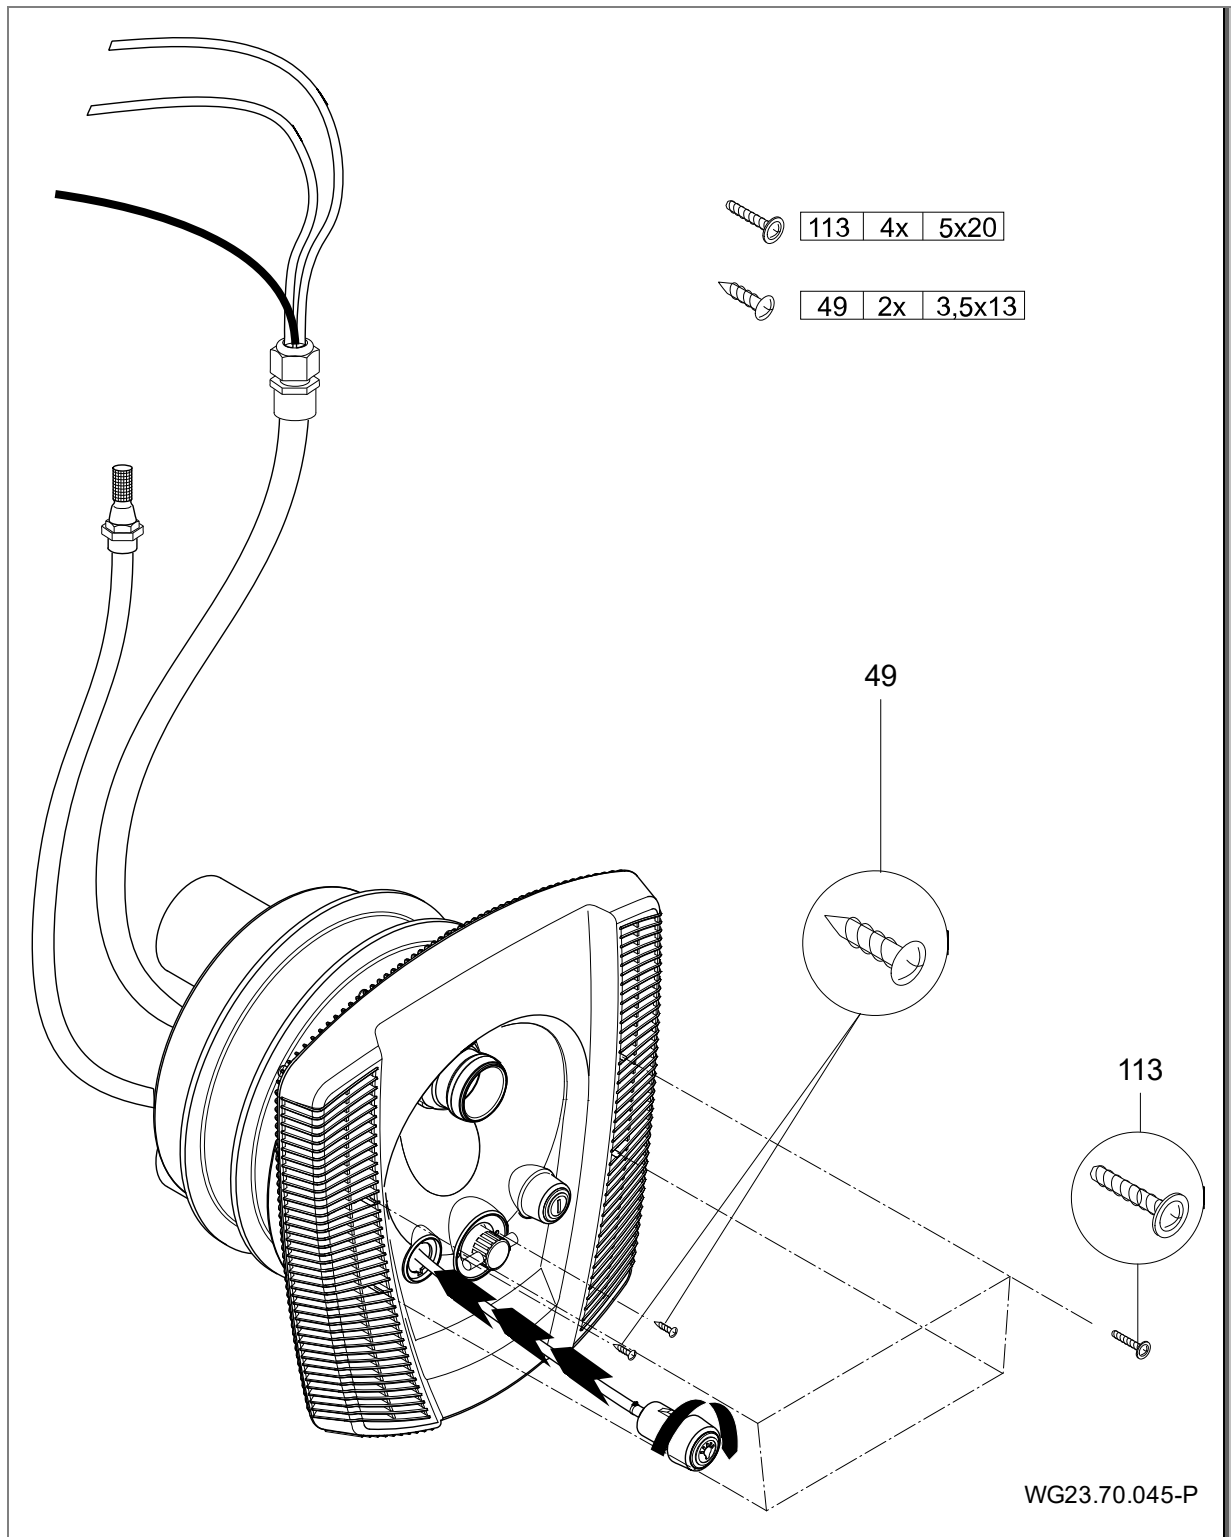

Fig. 19
7. Fijar el embellecedor (93) con los cuatro tornillos (113) en el cuerpo de la boquilla (102.1). Inserte los dos interruptores neumáticos a través del embellecedor en el alojamiento del cuerpo de boquillas y gire hacia la derecha para bloquear. (Fig. 19)